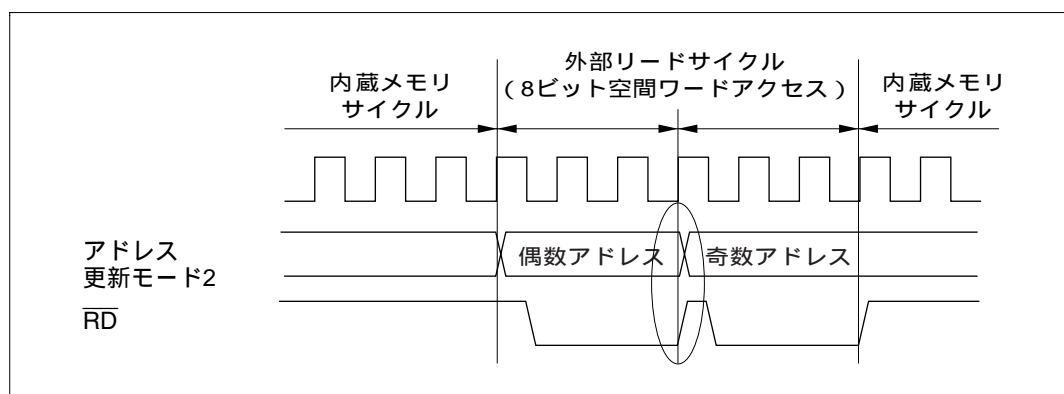

図 6.6 アドレス更新モード2での外部空間連続アクセス例
- ・ \overline{RD} の立ち上がりに対するアドレスのホールド確保を目的として、アドレス更新モード2を使用する場合、外部空間リードアクセスは、必ず単一のアクセスサイクルで終了してください。例えば、8ビットアクセス空間に対するワードアクセスは図6.6のようにバスサイクルが2回に分割され、単一のアクセスサイクルとはなりません。このようなケースでは、1回目のアクセスサイクル（偶数アドレス）と2回目のアクセスサイクル（奇数アドレス）の間の \overline{RD} の立ち上がりで、アドレスのホールドが保証されません。（図中の楕円で囲んだ部分）。